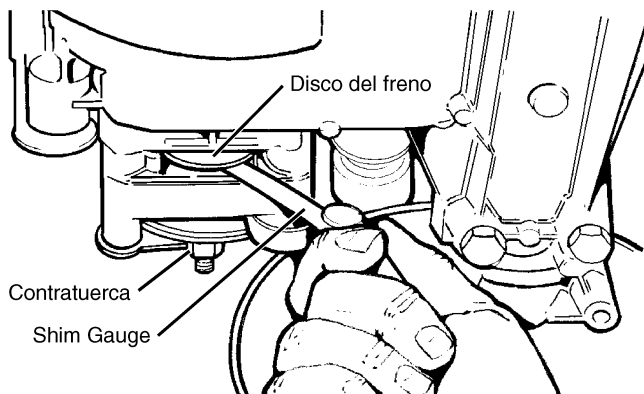

FIGURA 25
- Introduzca una hoja de calibre de espesor de 0,25 mm (0,010 de pulgada) entre el disco y la balata de fricción. (Vea la FIGURA 25) La hoja del calibre debe deslizarse con una interferencia ligera.